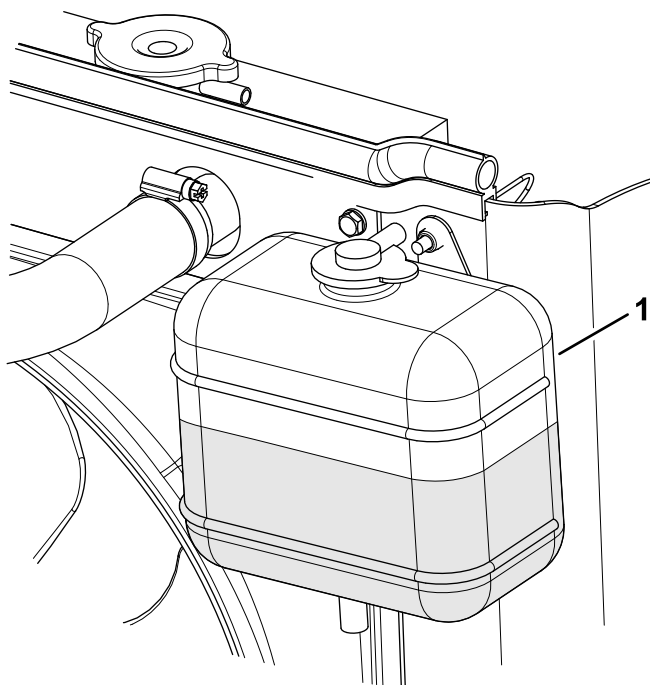

Figure 78
3. Vérifiez le niveau du liquide de refroidissement dans le vase d'expansion (Figure 78).